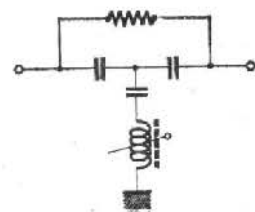

FIG. 5
2. Ce circuit F.I. ne peut évidemment prétendre donner la réjection nécessaire sur la fréquence son du canal adjacent inférieur (31,2 MHz). Il est alors possible d'insérer au point C un réjecteur (voir fig. 5).